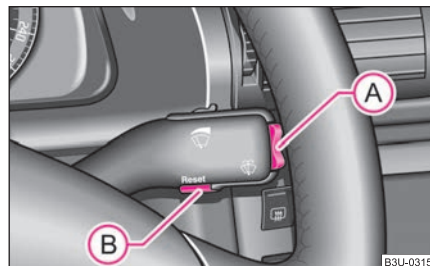

Abb. 8 Multifunktions-
Das Umschalten der Speicher erfolgt mit der Taste **(B)** ⇒ Abb. 8.
Die Wipptaste **(A)** und die Taste **(B)** befinden sich im Griff des Scheibenwischerhebels ⇒ Abb. 8.
Wenn Sie den durchschnittlichen Kraftstoffverbrauch für einen bestimmten Zeitraum ermitteln wollen, müssen Sie den Speicher bei neuem Messbeginn mit der Taste (B) ⇒ Seite 16, Abb. 8 löschen. Nach dem Löschen erscheinen im Display auf den ersten 300 m Fahrstrecke Striche.
Im Display erscheint die Fahrzeit, die seit dem letzten Löschen des Speichers ⇒ Seite 15 vergangen ist. Wenn Sie die Fahrzeit ab einem bestimmten Zeitpunkt zählen möchten, so löschen Sie den Speicher zu diesem Zeitpunkt durch Drücken der Taste **(B)** ⇒ Seite 16, Abb. 8.
Im Display erscheint die zurückgelegte Fahrstrecke, die seit dem letzten Löschen des Speichers ⇒ Seite 15 vergangen ist. Wenn Sie die zurückgelegte Fahrstrecke ab einem bestimmten Zeitpunkt zählen möchten, so löschen Sie den Speicher zu diesem Zeitpunkt durch Drücken der Taste **(B)** ⇒ Seite 16, Abb. 8.
Im Display wird die durchschnittliche Geschwindigkeit in km/h seit dem letzten Löschen des Speichers angezeigt ⇒ Seite 15. Wenn Sie die durchschnittliche Geschwindigkeit für einen bestimmten Zeitraum ermitteln wollen, müssen Sie den Speicher bei neuem Messbeginn mit der Taste **(B)** ⇒ Seite 16, Abb. 8 löschen.